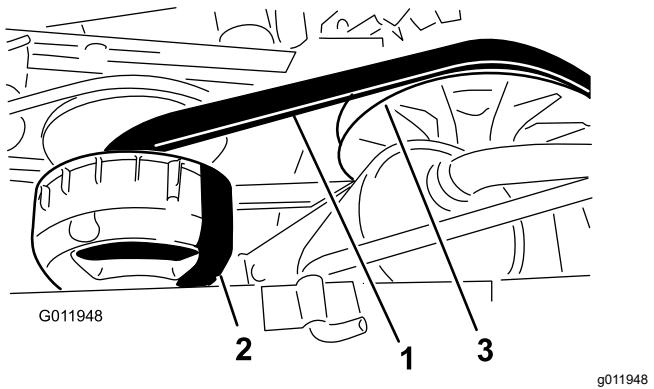

图 66
4. 转动并检查皮带图66是否有过度磨损或损坏的迹象。
3. 转动并将皮带放到副离合器上图66。
4. 从副离合器上卸下皮带图66。
5. 将新皮带放到主离合器上并对齐图66。
6. 转动并将皮带放到副离合器上图66。